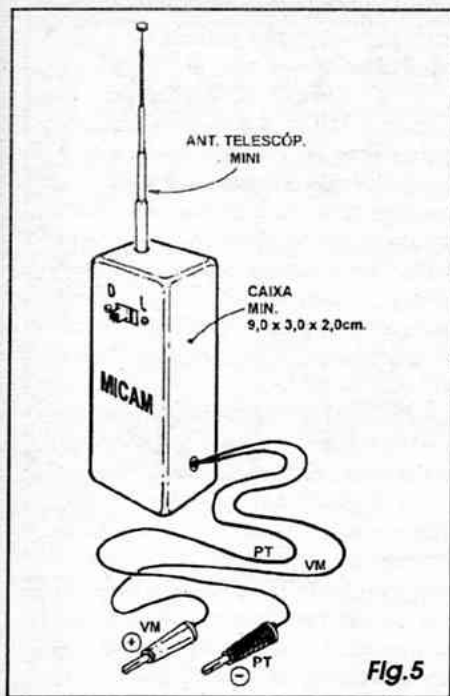

Fig. 5
- **FIG. 5 - ENCAIXANDO O MICAM...** O formato e as dimensões da plaquinha do circuito, e da bateria que o alimenta, permitem a fácil acomodação do conjunto numa caixinha alongada (na sua altura...), e estreita (na sua largura e profundidade...), conforme sugere o diagrama... No topo do conjunto deve ficar a anteninha (uma mini-